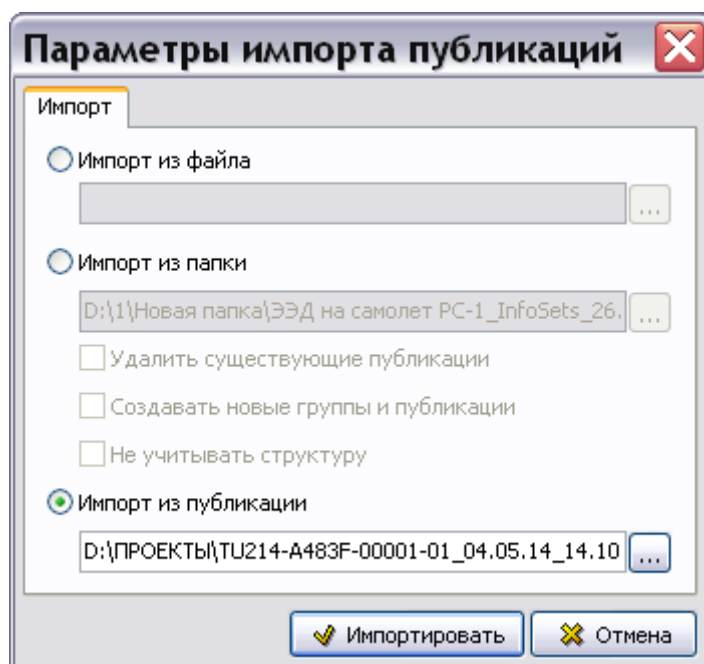

Рис. 18.54
- При импорте из публикации выбирается публикация в формате PDB (Рис. 18.54).